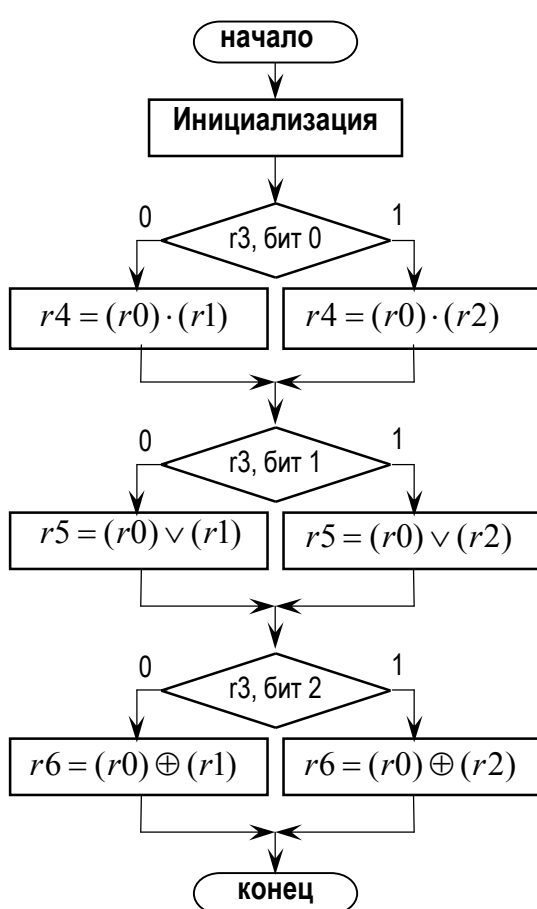

Рис. 2.1. Алгоритм условного выполнения операций с маской исключающее ИЛИ.
5) Выполните компиляцию, нажимая F7, убедитесь в отсутствии ошибок (рис. 2.1). Наличие предупреждений не препятствует продолжению работы
Условное выполнение логических операций иллюстрируется в строках 16 - 28. Задан алгоритм (рис. 2.1), в соответствии с которым должны выполняться логические операции с данными и с одной из масок в зависимости от разрядов 2..0 управляющего кода. Бит 0 управляет выполнением операции И, если он равен 0, то используется маска 1, а если равен 1 – то маска 2. Аналогично биты 1 и 2 управляют выполнением операций ИЛИ и исключающее ИЛИ. Назначение регистров: r0 - данные, r1 - маска 1, r2 – маска 2, r3 - управляющие логические сигналы, r4..r6 - результаты логических операций. Отдельные биты кода в регистре r3 выбирают вариант маски для определенных операций: бит 0 – для операции И; бит 1 – для операции ИЛИ; бит 2 – для операции исключающее ИЛИ.